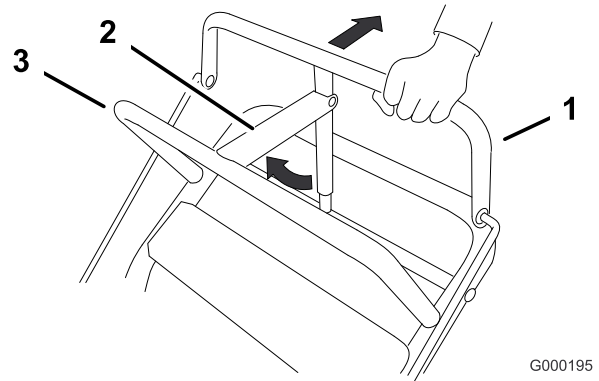

Figure 6
1. Tirez la barre de commande supérieure en arrière (Figure 6) et maintenez-la dans cette position.
2. Soulevez le dispositif de verrouillage du frein de stationnement (Figure 6) et relâchez progressivement la barre de commande supérieure. Le dispositif de verrouillage du frein doit rester bloqué (verrouillé) en position.